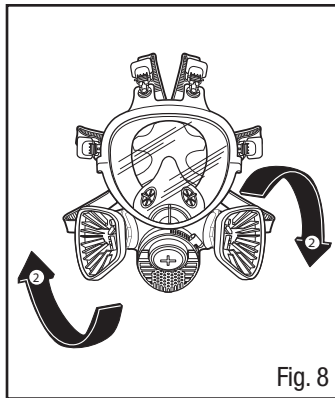

Fig. 8
2. Gire el adaptador 1/4 de vuelta en sentido de las manecillas del reloj hasta que se detenga. Para quitar el adaptador, gire en sentido contrario a las manecillas del reloj, un cuarto de vuelta (Fig. 8).